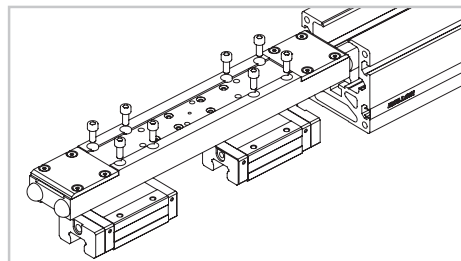

Fig. 16
18) Estrarre completamente il carro per aver accesso ad entrambi i pattini (Fig. 16). Rimuovere il pattino da sostituire.